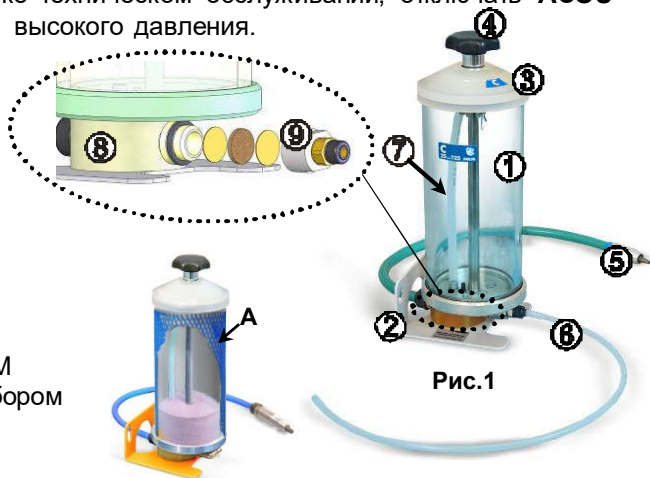

Рис.1
4 КОНСТРУКЦИЯ (рис.1)
Для работы с **МС** открутить гайку **(4)** и снять крышку **(3)** – **рис.1**, засыпать абразив в емкость до надписи **MAX** на боковой наклейке, крышку установить на место и закрутить гайку. Для модуля с размером сопла 1,0 мм (**МС 4.3 С**) использовать абразив фракции 25...125 мкм, для 1,5 мм (**МС 4.3 Б**) – 125...350 мкм, соответственно.
6.4 Проверять не реже одного раза в месяц состояние воздушного фильтра (**рис.1**), для чего:
г) заборный штуцер (**10**), шайбу (**8**), **рис.1,2,3**: